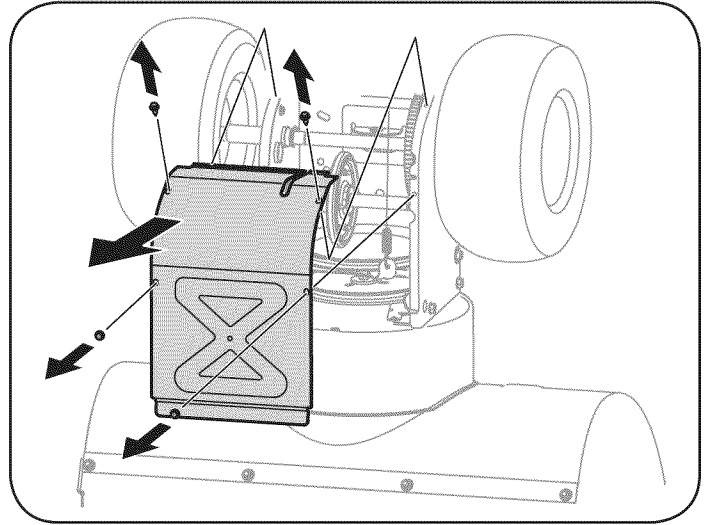

Figura 27
5. Saque la cubierta del marco desde debajo de la máquina quitanieve retirando los tornillos autorroscantes que la aseguran. Vea la figura 27.